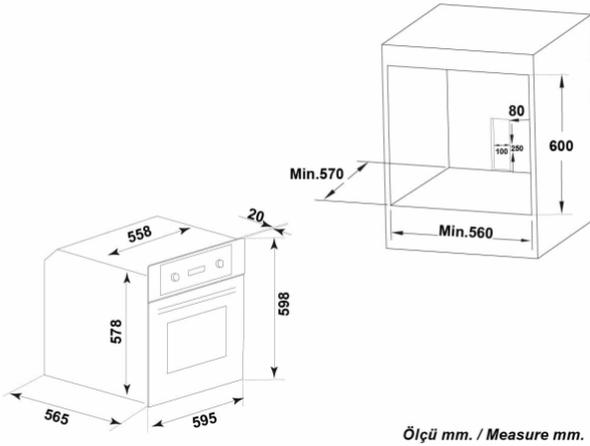

FIGURE 2
- * Le four est conçu pour etre installe dans une unite de cuisine. il peut etre place dans une longue armoire se trouvant sous le comptoir ou au niveau des yeux. Fixez un endroit dans l'unite de cuisine comme il est indique et coupez selon le four (Voir figure2 et figure 3).